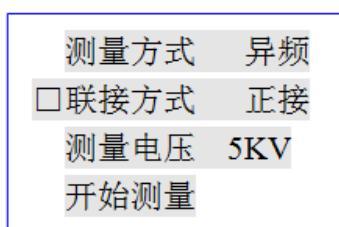

图 5 联接方式
- ② 按“确认”键，光标进入“测量方式 □ 工频”，按“↑”、“↓”键，则调整为“测量方式□ 异频”，按“退出”键，光标移至首位，再按“↓”键，将光标移至下一排“联接方式”前，见图 5 所示。